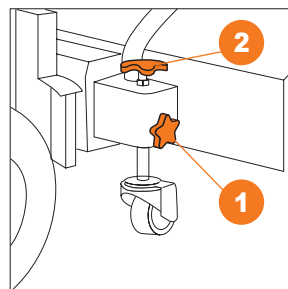

Рис. 10
- Ослабьте боковую ручку **1** (Рис. 10).
- Поверните верхнюю ручку **2** по часовой стрелке для подъема и против часовой стрелки для опускания щетки (Рис. 10).
- Выбрав нужное положение, зафиксируйте ручку **1** (Рис. 10).